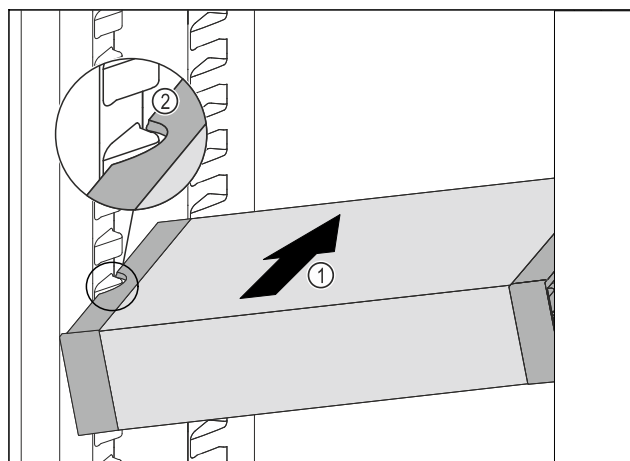

Fig. 129
- ▶ VarioSafe skjuts in snett i kyldelen Fig. 129 (1), tills sidofördjupningarna Fig. 129 (2) hos VarioSafe är i samma nivå som behållarlisterna i kyldelen.